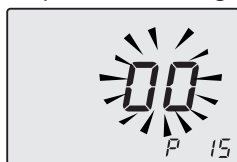

Figura 5.39
- Scorrere i vari parametri utilizzando i tasti 23 o 24 fino a far apparire sul display LCD le lettere **P15** e il valore del parametro, indicanti l'entrata nel "parametro 15" (Figura 5.39).